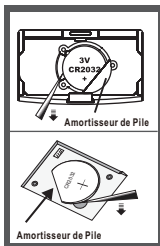

Figure 1
Condition 1: Ouvrez le couvercle du boîtier de la pile à l'arrière de la balance, si le boîtier de la pile est du type illustré sur la figure 1,
A. Retirez la pile usagée à l'aide d'un objet pointu, comme indiqué sur la figure 1.